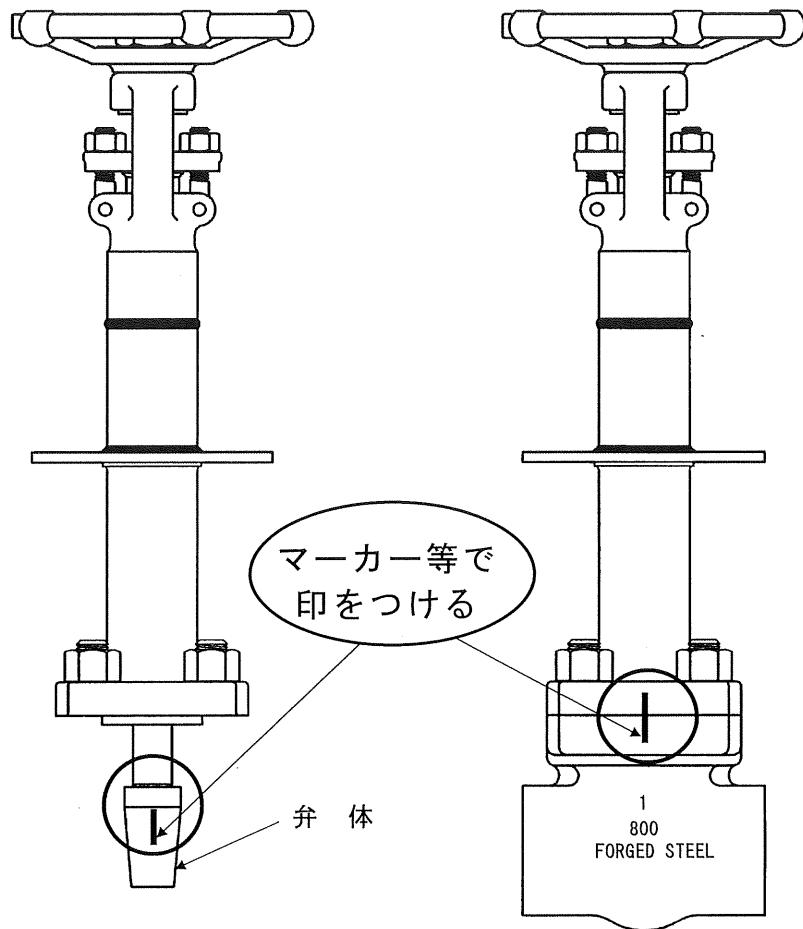

図 7.1 “合マーク”の仕方の例
- ふたボルトナットを緩めるまえに弁箱とふたをまたいでマーク一等で図 7.1に示すとおり“合マーク”の印をしてください。組立てするとき、“合マーク”に合わせます。
- ① 全閉状態にあるバルブは、ハンドル車を反時計廻りに廻し、バルブを中間開度の状態にしてください。全閉状態にある仕切弁は、弁体とシートリングのシート面が完全に密着していますから、この状態では、以降の分解を難しくしますので、組立てたままの状態でシート面が離れる状態までバルブを開くことにより分解しやすくなります。
- ② そのままの状態でふたボルトナットを1本ずつ対角線上に取り外してください。もし、残圧がある場合は、この時点でシューという音と共に漏れがあります。この場合は、シューという音が消えるまで、一時放置して残圧が無くなるのを確認し、作業の安全を確保してから作業してください。
- ③ ふたフランジ部を軽打し、弁箱から弁体、弁棒及びふたを組立てたままの状態で取外し、ガスケットだけの交換の場合は、この状態でガスケットを弁箱から取り出し、新品と換えることができます。
- ④ 弁棒より弁体を取り外す場合は、シート面に傷がつかないよう注意してください。仕切弁の弁体は、再組立のための図 7.1に示すとおり“合マーク”を印して入方向が判るようにしておくことにより当たりの出ているシート面が合致して漏れを防止します。
- ふたボルトナットを緩めるまえに弁箱とふたをまたいでマーク一等で図 7.1に示すとおり“合マーク”的印をしてください。組立てするとき、“合マーク”に合わせます。
- ① 全閉状態にあるバルブは、ハンドル車を反時計廻りに廻し、バルブを中間開度の状態にしてください。
- ④ 弁棒より弁体を取り外します。
- ⑤ 弁棒の底部をホルダー（万力等）で支えます。
- ⑥ ハンドル押さえ用ナット、ワッシャーを取り外します。
- ⑦ ハンドル車を取り外します。
- ⑧ グランドボルトナットを両方とも取り外し、グランドフランジを上方に当ててルーズにします。
- ⑨ そのままの状態でふたを反時計廻りに廻しながら上方に引き抜きます。